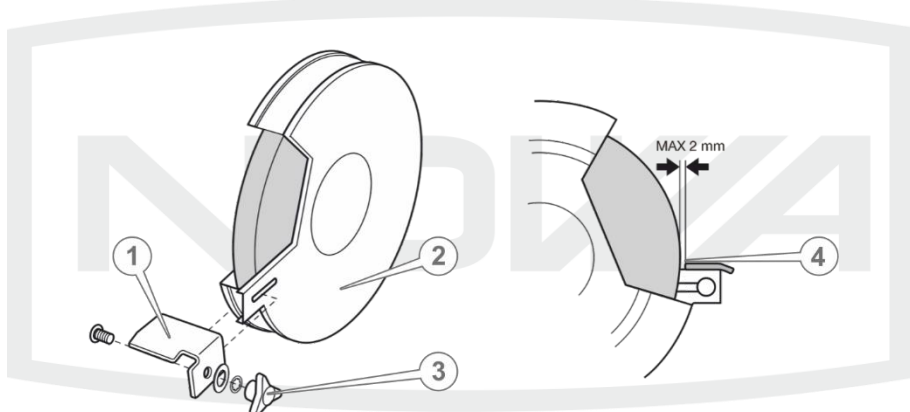

Рисунок 7. Встановлення опорних пластин
4. Встановіть опорні пластини та надійно зафіксуйте (див. рис. 7).